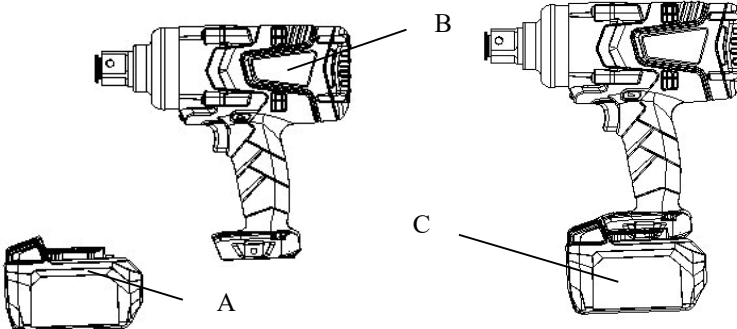

Abb. 2
ENTFERNEN DES AKKUPACKS: Drücken Sie die Entriegelungstaste des Akkupacks (C) und ziehen Sie das Akkupack (A) aus dem Werkzeug. (siehe Abb. 2)
EINSETZEN DES BATTERIEPACKS: Drücken Sie das Batteriepack (A) auf das Werkzeug, bis es einrastet. (siehe Abb. 2)